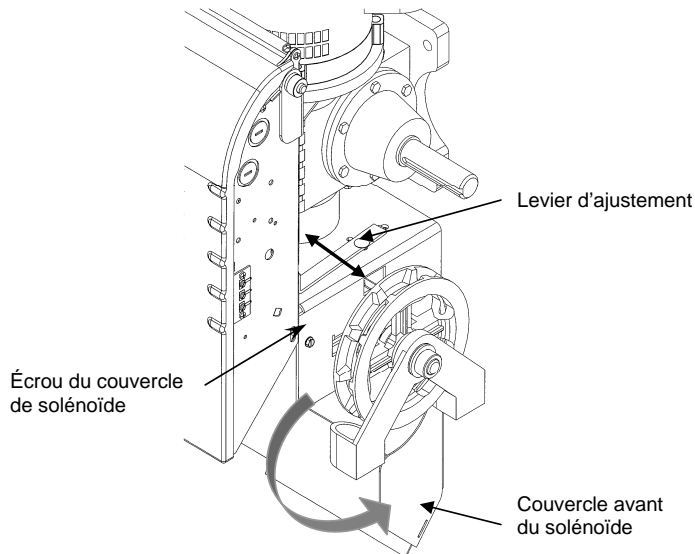
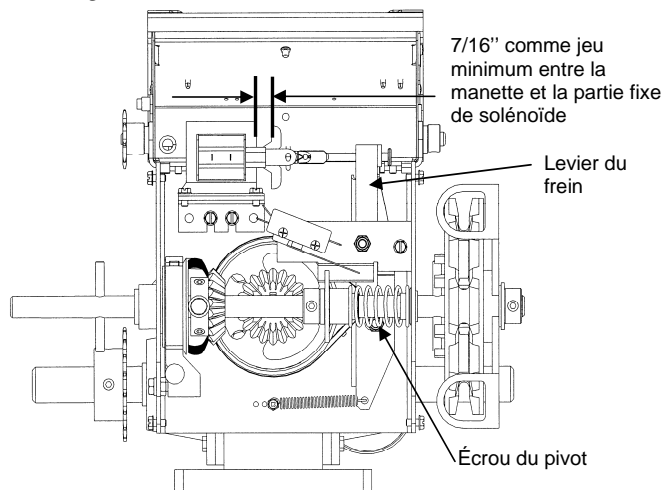

Figure 14 Dispositif de freinage (vue de droite)
Figure 15 Dispositif de freinage (vue de face)
1. Enlevez le couvercle avant du solénoïde en desserrant légèrement les vis de chaque côté du châssis (Figure 14)
2. Dévissez légèrement l'écrou du pivot en utilisant une clé appropriée (7/16") (Figure 15)
3. Appuyez sur le levier du frein vers le solénoïde (Figure 15) pour ajuster le jeu entre la manette et la partie fixe du solénoïde, en même temps éloignez du moteur le levier d'ajustement du frein pour augmenter la tension sur la garniture métallique du frein (Figure 14)
4. Le jeu entre la manette et la partie fixe du solénoïde doit mesurer environ 7/16" (Figure 15)